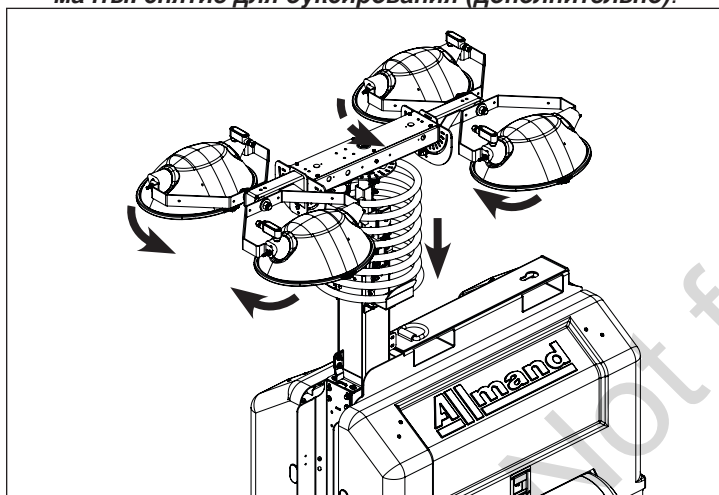

Рисунок 1
5. Поверните держатель лампы так, чтобы он был параллельно балке для осветительных приборов. Поверните осветительные приборы к центру прицепа. См. рис. 1.